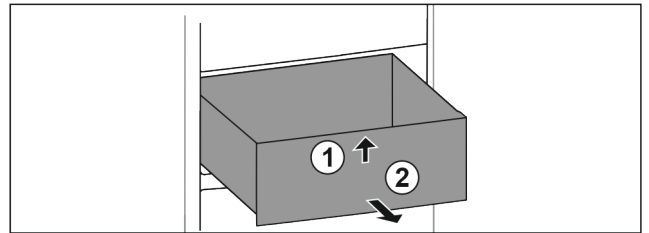

Fig. 30
- ▶ Schubfach vorne anheben. Fig. 30 (1)
- ▶ Schubfach nach vorne entnehmen. Fig. 30 (2)